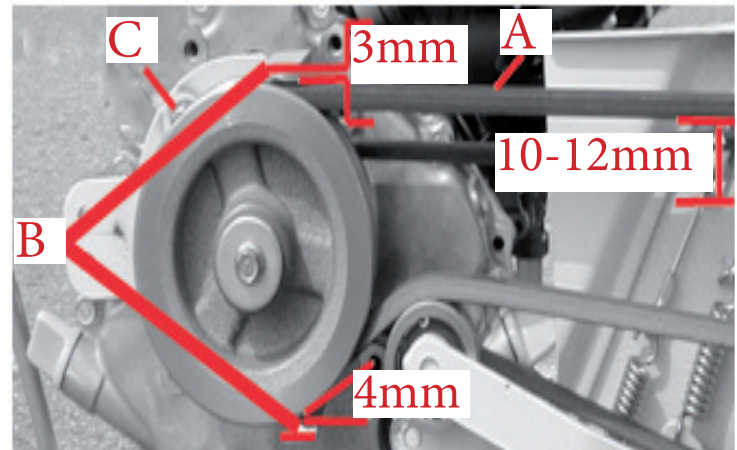

Bild 22
- Drücken Sie den Keilriemen an der Position A (Bild 22) durch, er muss sich zwischen 10 und 12 mm durchdrücken lassen. Wenn nicht, stellen Sie den Bowdenzug der Keilriemenspannung nach.
- Prüfen Sie den Abstand der Keilriemenführungen (Abb. B Bild 22) zum Keilriemen, er soll 3 bis 4 mm betragen. Wenn der Abstand nicht korrekt ist, lösen Sie die Schraube (Abb. C Bild 22) und stellen Sie die Führung passend ein.